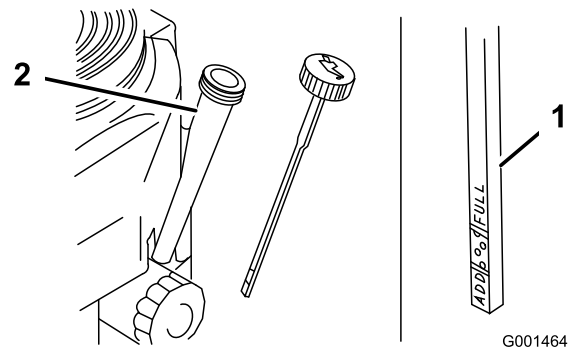

Figura 24
4. Limpie alrededor de la varilla de aceite (Figura 24) para impedir que caiga suciedad por el orificio de llenado y cause daños en el motor.
5. Desenrosque la varilla de aceite y limpie el extremo (Figura 24).
6. Deslice la varilla a fondo en el tubo de llenado, pero no la enrosque en el tubo (Figura 24).
9. Vierta lentamente un 80% aproximadamente de la cantidad especificada de aceite por el tubo de llenado (Figura 24).